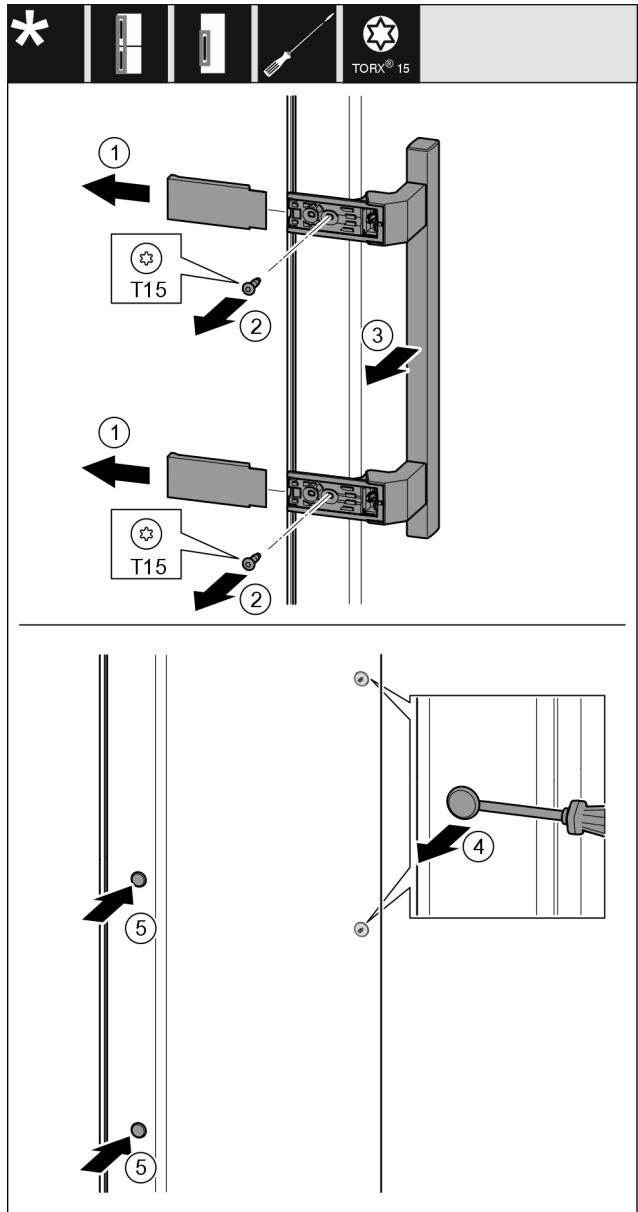

Fig. 10
- Retirer le recouvrement. Fig. 10 (1)
- Dévisser les vis avec un tournevis Torx 15. Fig. 10 (2)
- Retirer la poignée. Fig. 10 (3)
- Soulever et retirer avec soin le cache latéral avec un tournevis plat. Fig. 10 (4)
- Replacer le cache de l'autre côté. Fig. 10 (5)